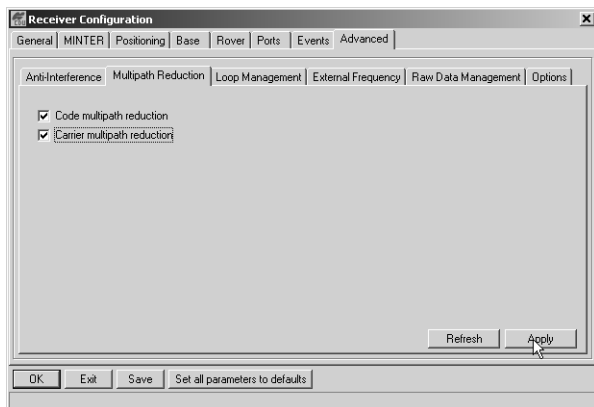

Figura 2-17. Configuración Avanzada – Mitigación del Efecto Multipath
- Haga clic en la pestaña **Multipath Reduction**, habilite las siguientes casillas y haga clic en **Apply** (Figura 2-17).